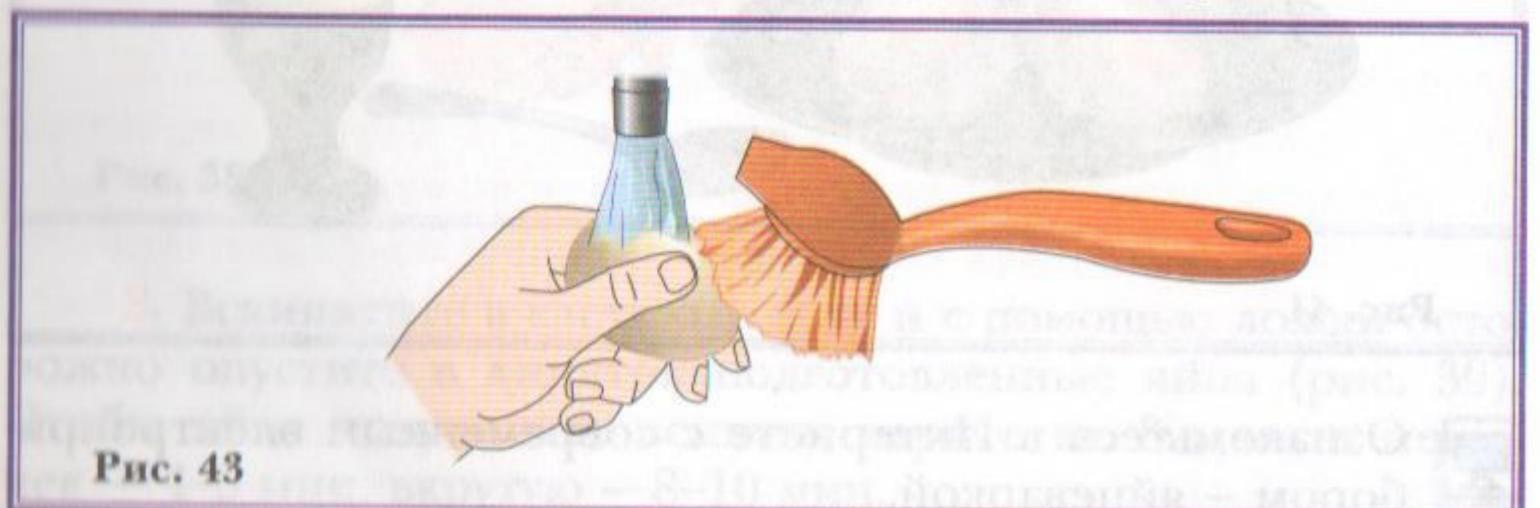

Рис. 43
1. Вымойте яйца щёткой под струёй воды (рис. 43).